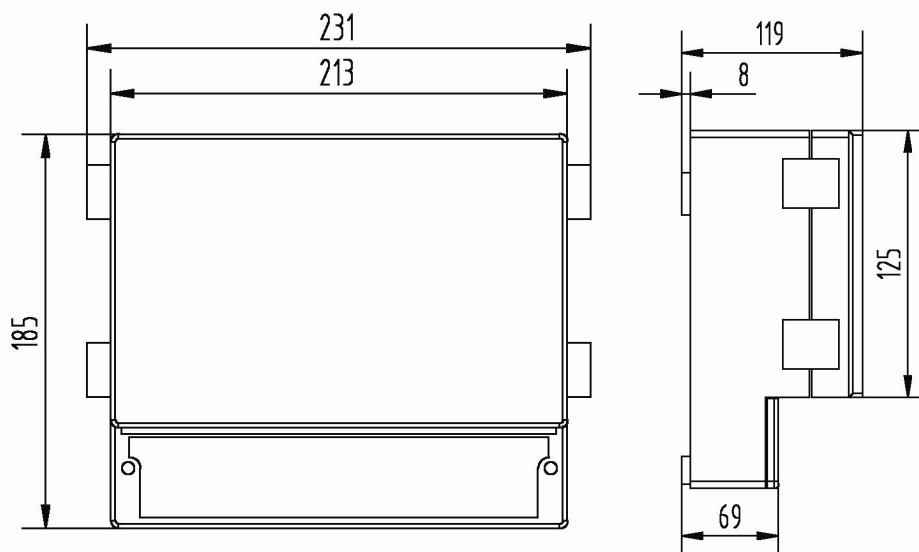

图2-1 变送器尺寸图
- ◆ 为变送器箱体的开启和维护留出足够的空间，变送器尺寸如图2-1所示。